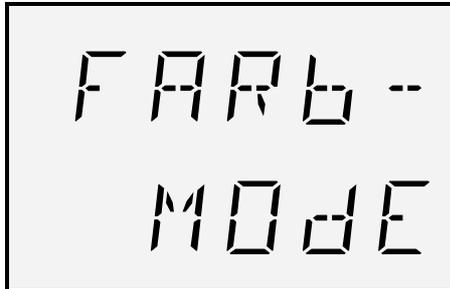

Abb. 10: Ansicht "Farblicht Mode"
19. Mit der ◀-Taste das Menü verlassen. Die Ansicht "Farblicht Mode" (Abb. 10) wird angezeigt.